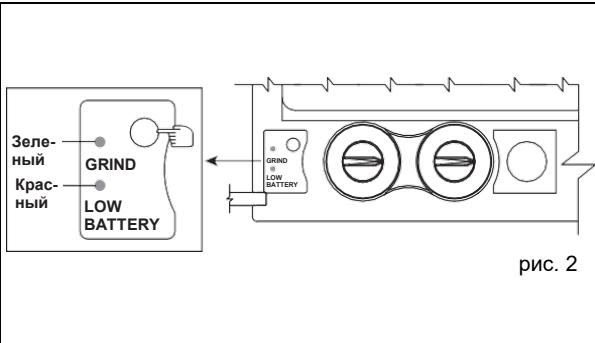
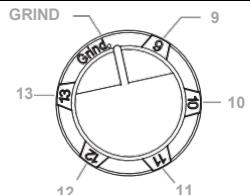

рис. 2
рис. 4
Этот картридж светофильтра с автоматическим затемнением питается от солнечного элемента и одной (1) литиевой батареи CR2450. Если индикатор, расположенный на стекле, начнет светиться красным (см. рис. 2), это означает, что необходимо заменить батарею.
Нажмите и удерживайте кнопку test для предварительного просмотра при выборе уровня затемнения перед сваркой (см. рис. 2). При отпускании кнопки смотровое окно автоматически вернется в прозрачное состояние (уровень затемнения 3,5).
Когда ручка затемнения установлена в положение *grind* (шлифовка), функция затемнения отключается, позволяя четко видеть сварной шов, а маска защищает лицо (см. рис. 4). В этой ситуации индикатор светится зеленым и будет мигать каждые 3 секунды (см. рис. 2). Перед возобновлением сварочных работ убедитесь в том, что функция затемнения снова включена.